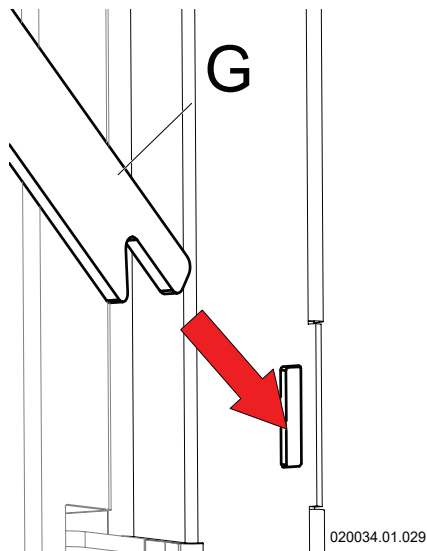

Figura 8-3 - Sede delle staffe
3. - Aprire verso l'alto il pannello laterale "F" e tenerlo in posizione alzata attraverso le due staffe "G". Assicurarsi di fissarle in modo corretto, fare riferimento alla Figura 8-3;